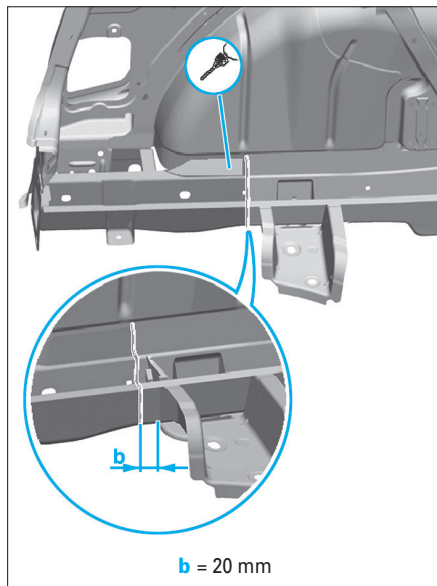

FIG. 161
- Repérer les lignes de coupe conformément à la cote (b) et procéder au découpage (Fig.161).